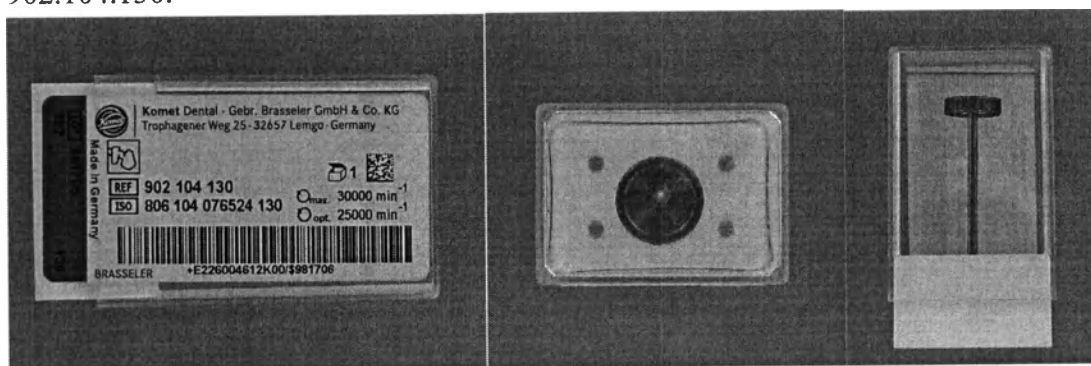

Рис.10
- С полным алмазным покрытием рабочей части (Рис.10)